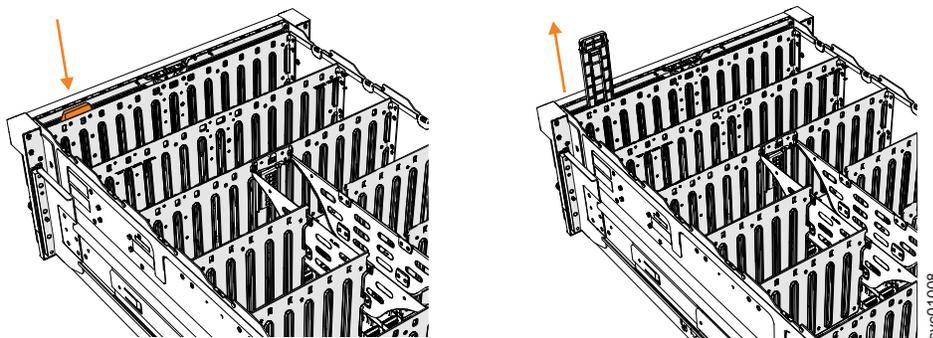

図 74. 表示パネル・アセンブリーの取り外し
3. 図 74 に示すように、表示パネル・アセンブリーの上部の解放タブを押します。